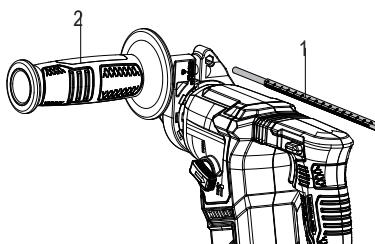

Fig.3
Un profundímetro (1) ayuda a garantizar que los orificios se taladren a una profundidad uniforme. Para instalarlo, afloje la empuñadura auxiliar (2) e inserte el calibrador de profundidad (1) en el orificio de la empuñadura. Ajústelo a la profundidad deseada y apriete la empuñadura auxiliar (2). Asegúrese de que el medidor de profundidad (1) no entre en contacto con el cuerpo principal de la herramienta para garantizar la precisión (Fig.3).